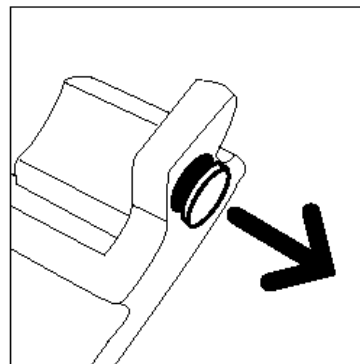

Figure 22 : Retrait du bouchon
- 5** Retirez le bouchon doré de l'avant du récupérateur (voir la figure 22).